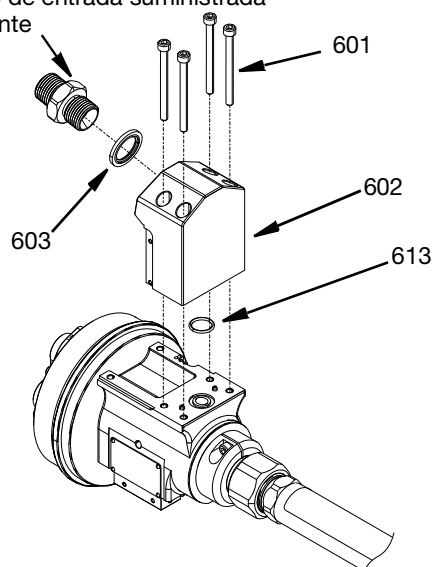

FIG. 14
1. Retire el accesorio de entrada suministrado por el cliente y la arandela de sellado (603) BSPP de 1/2 pulg.
2. Retire el adaptador de entrada única (602) de acero inoxidable quitando los cuatro tornillos M5 de cabeza hueca (601) con una llave hexagonal.
3. Deseche la junta tórica de Viton (613) de la empaquetadura y reemplácela por una nueva cuando vuelva a montar. Consulte la FIG. 14.